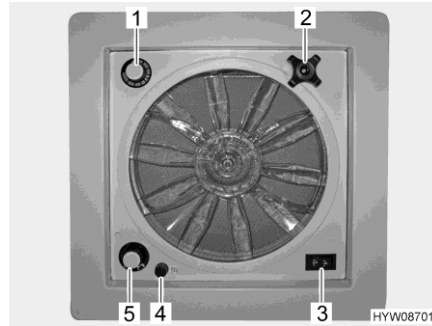

Fig. 80 Oblò con ventilatore
- ▷ Un fusibile da 4 A (Fig. 80,4) protegge da sovraccarico il motore del ventilatore. Se si verifica un sovraccarico: Per prima cosa individuare ed eliminare la causa (ad es. il ventilatore è sporco), poi sostituire il fusibile.
- Apertura oblò:* ■ Ruotare la maniglia girevole (Fig. 80,2), finché non si raggiunge l'angolo di apertura desiderato.
- Aerazione/sfiato:* ■ Portare l'interruttore a levetta (Fig. 80,3) su "Aerazione" (flusso d'aria dall'esterno verso l'interno) o "Sfiato" (flusso d'aria dall'interno verso l'esterno).
- Spegnimento del ventilatore:* ■ Portare l'interruttore a levetta (Fig. 80,3) sulla posizione centrale.
- Impostazione della velocità del ventilatore:* ■ Posizionare l'interruttore girevole (Fig. 80,5) sul grado desiderato:
- Impostazione della temperatura:* ■ Ruotare il termostato (Fig. 80,1) fino alla battuta in direzione "blu".
- Sostituzione del fusibile:* ■ Ruotare il cappuccio nero (Fig. 80,4) di un quarto di giro in senso anti-orario.